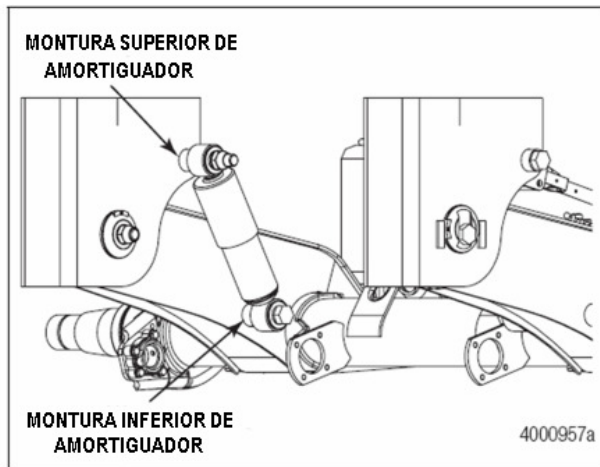

Figura 9.26
- Verifique los bujes de amortiguadores para ver si hay holgura y desgaste. Inspeccione los amortiguadores para ver si hay fuga de aceite y abolladuras. Reemplace los amortiguadores desgastados ó dañados. Figura 9.26.